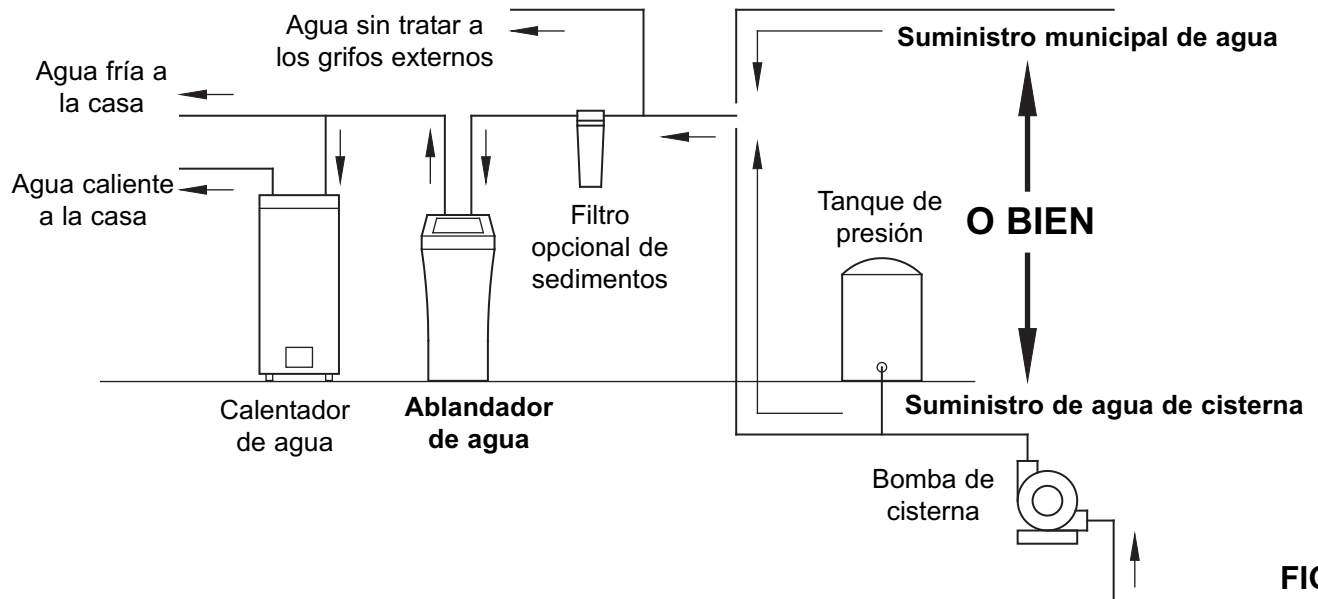

FIG. 6
- Siempre instale el ablandador de agua entre la entrada del agua y el calentador de agua. Cualquier otro equipo de acondicionamiento de agua instalado debe colocarse entre la entrada de agua y el ablandador de agua (vea la Fig. 6).